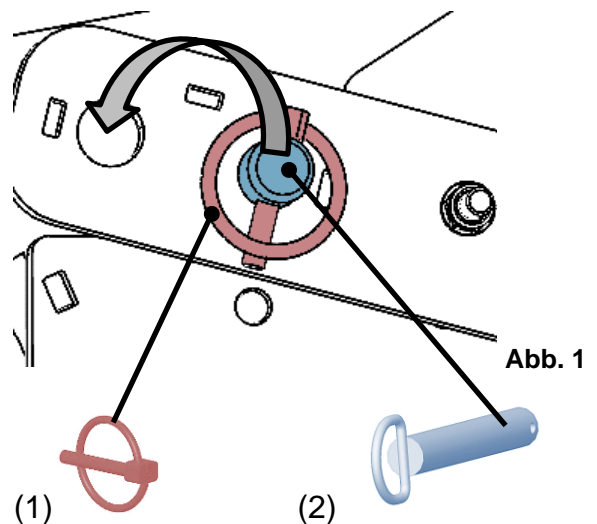

Abb. 1
Zur Veränderung des Greifbereichs muss zuerst der Klapstecker (1) entfernen und dann der Steckbolzen (2) herausgezogen werden (→ Abb. 1).